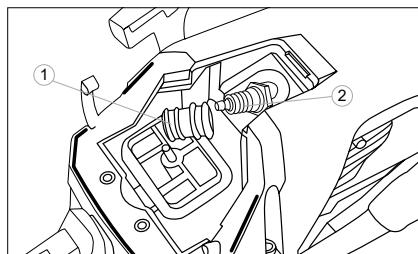

Fig. 26
3. Collegare il cavo dell'alta tensione dalla candela 1 (fig. 26).